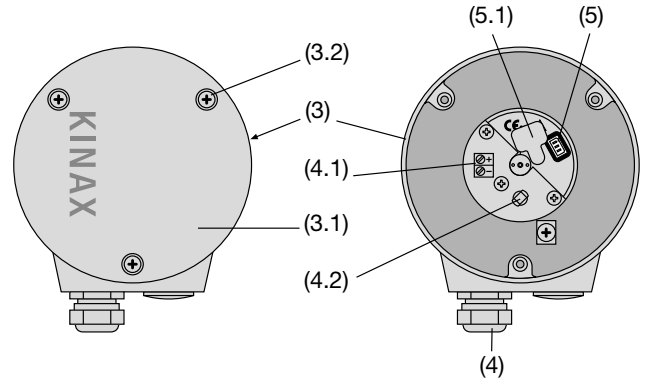

Рис. 4. На задней стороне (3) располагаются клеммы (4.1) и патрубки с сальниками (4).
1. Снять крышку (3.1 на рис. 4). После стягивания резинового покрытия (5.1) станет доступен разъем для программирования (5) (см. раздел 8.1 «Подключение проводов»). Устройство KINAX WT 717 необходимо совместить с запрограммированным направлением измерения согласно рис. 3. Запустить ПО конфигурации 2W2. Выполнить конфигурацию устройства (если это необходимо) в соответствии с требуемым диапазоном измерений.